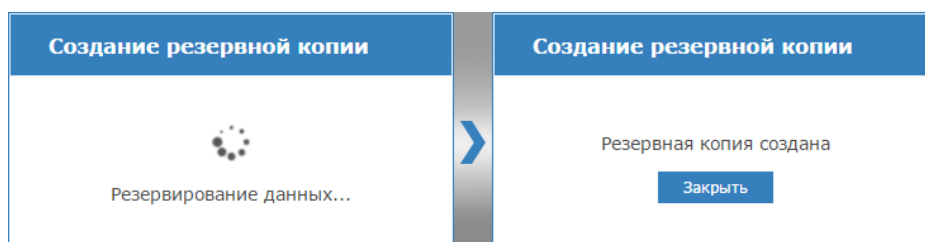

Рисунок 9.48 — Процедура создания резервной копии
3. Будет выполнена процедура создания резервной копии. Ранее созданная резервная копия будет затёрта. В процессе создания копии будет выполнен перезапуск программных средств узла. По завершении нажмите на кнопку **Закреть** (рисунок 9.48).